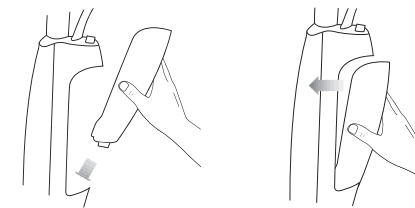

Figure 4
3. Replacez le réservoir d'eau en insérant le bouchon du réservoir d'eau dans la cavité de la partie principale du balai, puis poussez le réservoir d'eau vers l'avant jusqu'à ce qu'il se verrouille en place (Figure 4).